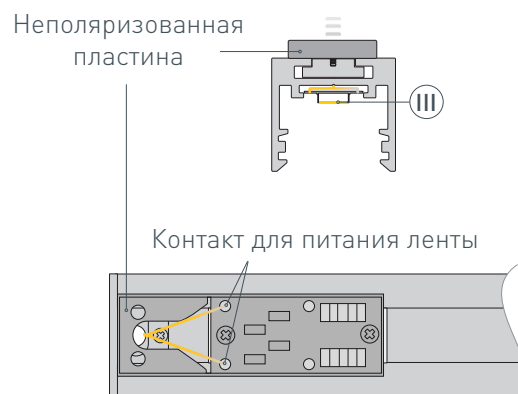

Рис. 2. Неполяризованная пластина на профиле ①. Вид сверху
- 3** / Установите и зафиксируйте неполяризованную пластину из комплекта фиксатора ⑤ токопроводящего ремня на подвижной пластине как показано на рис. 2. Припаяйте светодиодную ленту ③ к контакту для питания ленты, строго соблюдая полярность, обозначенную на плате светодиодной ленты.